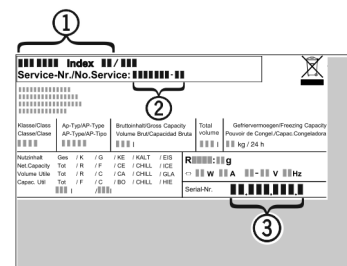

Fig. 15
- ▶ Apparaataanduiding *Fig. 15 (1)*, servicenr. *Fig. 15 (2)* en serienr. *Fig. 15 (3)* van het typeplaatje aflezen. Het typeplaatje bevindt zich aan de linkerkant binnen in het apparaat.
- ▶ Contact opnemen met de Technische Dienst en het probleem, apparaataanduiding *Fig. 15 (1)*, servicenr. *Fig. 15 (2)* en serienr. *Fig. 15 (3)* mededelen.